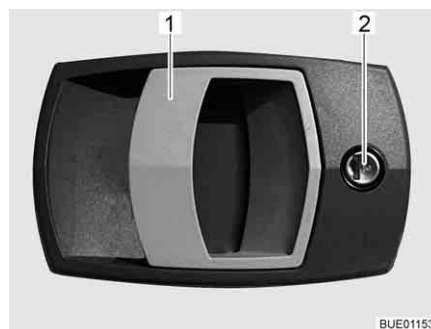

Bild 41 Dörrlås ingångsdörr, utsida
**Öppna:** ■ Stick in nyckeln i låscylindern (Bild 41,2) och vrid den ända tills dörrlåset har låsts upp.
■ Drag i dörrhandtaget (Bild 41,1). Dörren är öppen.
**Låsa:** ■ Stick in nyckeln i låscylindern (Bild 41,2) och vrid den ända tills dörrlåset har låsts.